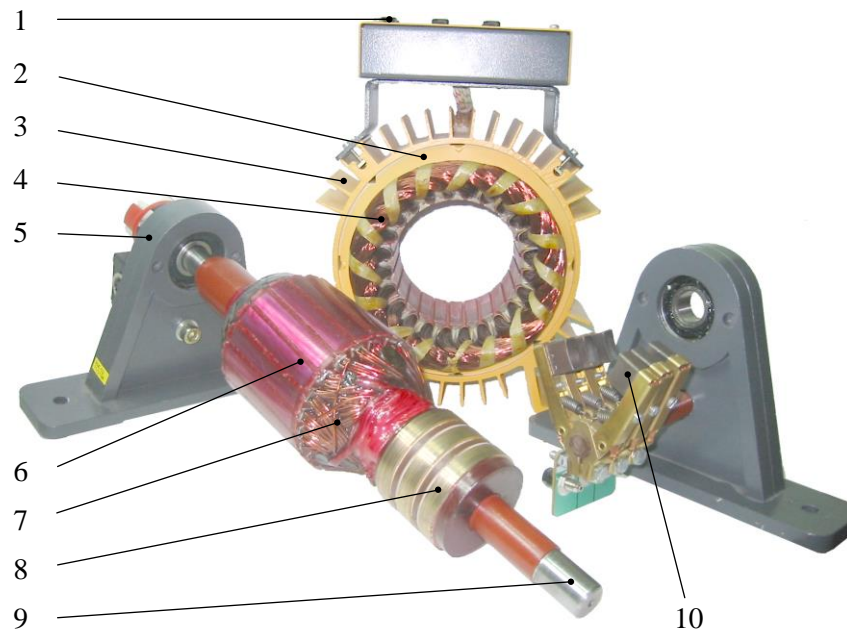

Fig. 2. Mașină asincronă cu rotor bobinat – variantă didactică
- *cu rotor bobinat (cu inele) prezentat în Fig. 2.*